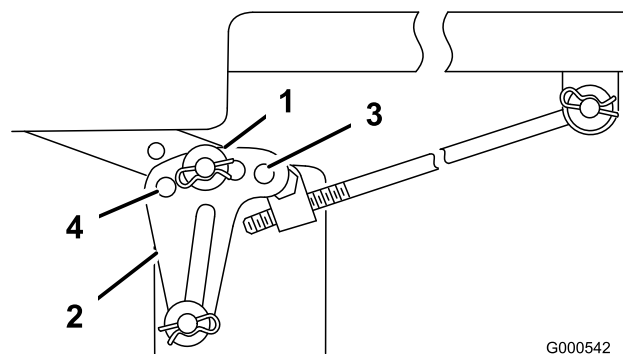

Figure 44
6. Enlevez la goupille fendue et la rondelle de l'une des pattes de mise à niveau (Figure 44).
7. Pour mettre les lames de niveau, fixez les pattes de mise à niveau dans un autre trou à l'aide de la rondelle et de la goupille fendue (Figure 44). Utilisez un trou plus en avant pour réduire la hauteur, ou un trou plus en arrière pour l'augmenter. Réglez les deux côtés selon les besoins.